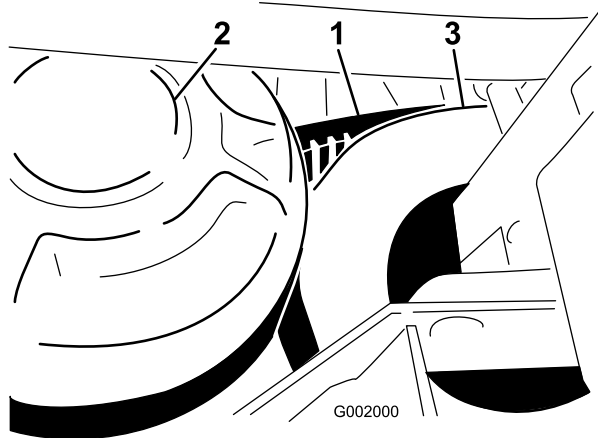

Figura 66
1. Girate la cinghia e fatela passare sulla frizione secondaria (Figura 66).